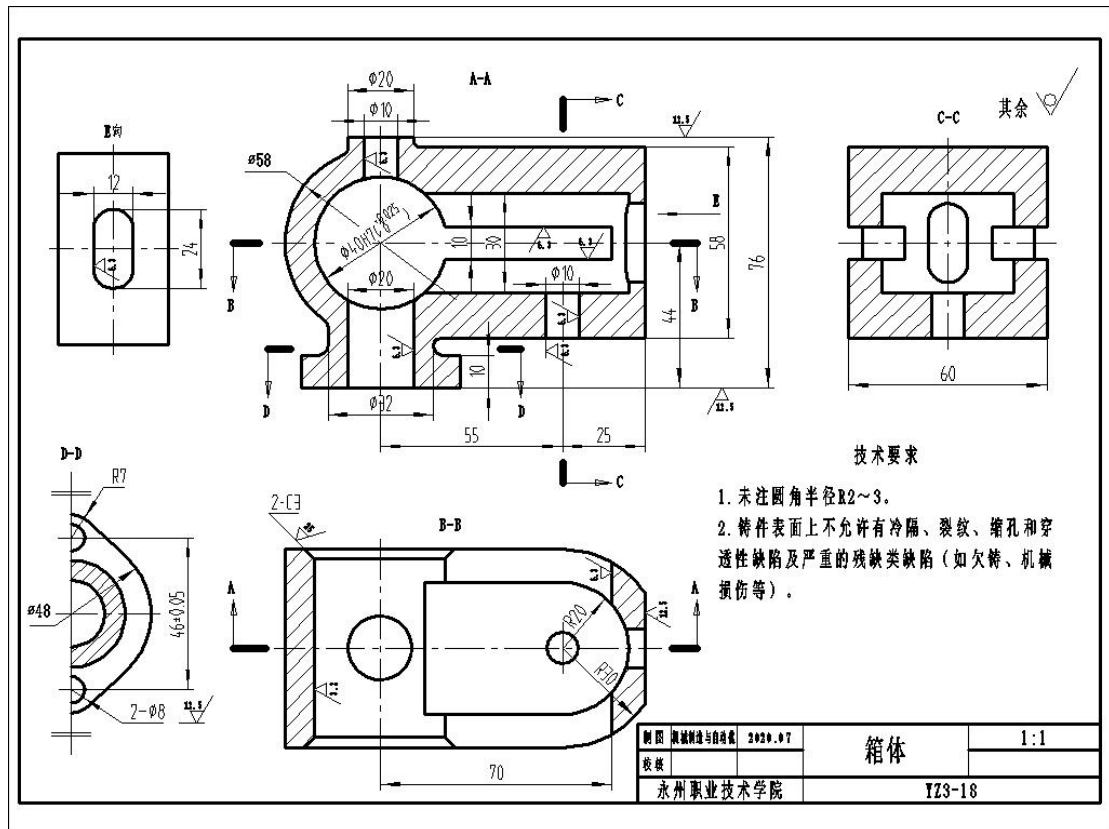

图 3-18 箱体零件图
**任务 1:** 识读箱体零件图 (如图 3-18 所示), 根据零件图要求, 利用三维设计软件正确绘制草图, 选择合适的特征建模方法完成零件三维造型;